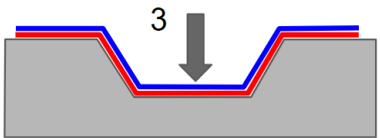

Fig.5
- 5) Lorsque le film entre en contact avec la surface, appuyez fermement à l'aide d'une raclette en plastique ou du doigt, le cas échéant. Ce point est essentiel pour expulser l'air emprisonné sous le matériau. Si nécessaire, percez les bulles d'air qui apparaissent. *Fig.5*